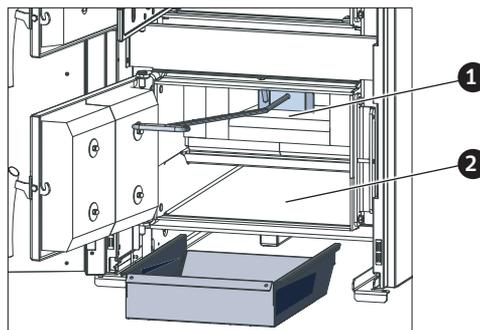

Fig. 28 Retirer les cendres de la chambre de combustion et du cendrier
- ▶ Placer le tiroir à cendres sous la porte de cendrier (porte du bas). Ouvrir la porte de cendrier et supprimer la totalité des cendres produites de la chambre de combustion et du cendrier - Fig. 28.